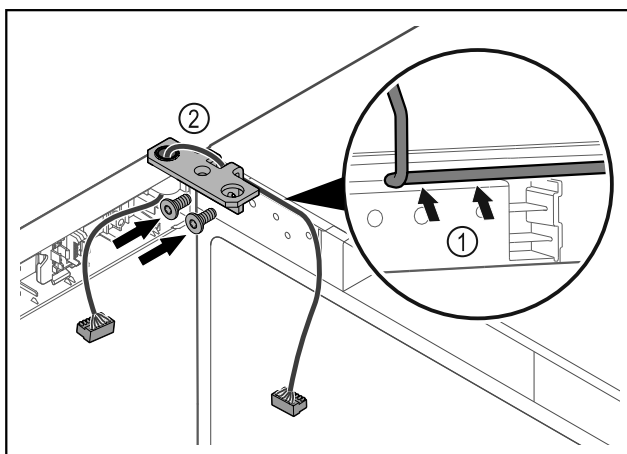

Fig. 48
- ▶ Introdurre il cavo nel foro della cerniera angolare e posarlo con cautela Fig. 48 (1).
- ▶ Avvitare la cerniera angolare Fig. 48 (2).